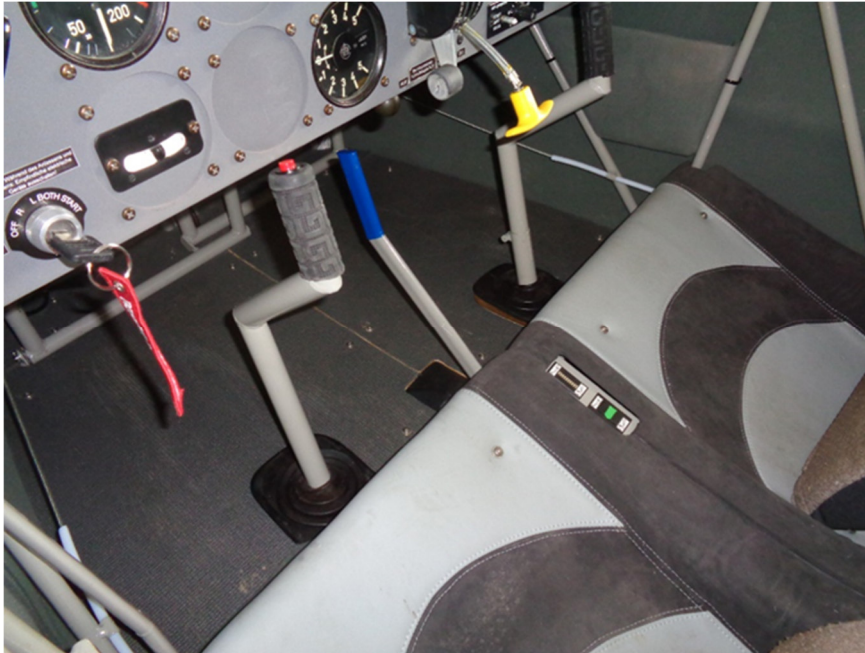

Bild 1 / *Fig. 1*
Bei den betroffenen Steuerungen kommen die Steuerknüppel aus den Bodenbretter in Fußboden (siehe Bild 1 und Bild 1.1).
*If your controlstick is installed thru the fuselage floor it is affected (see Fig 1 and Fig 1.1).*